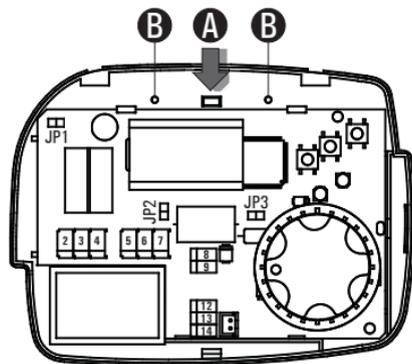

Fig. 3 - Abb. 3
2. Sganciare la piastra attaccata alla base del termostato spingendo il dentino plastico indicato in **A** di Fig. 3 e, allo stesso tempo, spingere la piastra verso il basso fino a liberarla dalla base.
Il dispositivo può essere alimentato a 230V ~ oppure a 24V ~. Il termostato è impostato dalla fabbrica a 230V ~ con il jumper in posizione JP1. Per selezionare l'alimentazione a 24V ~ è necessario spostare il jumper JP1 (Fig. 3) nella posizione JP2 (Fig. 3). Come visibile in Fig. 5 e 6 i morsetti di alimentazione sono il 5 e 6. Utilizzare la stessa tensione di alimentazione del termostato (morsetti 5 e 6) per alimentare le valvole.